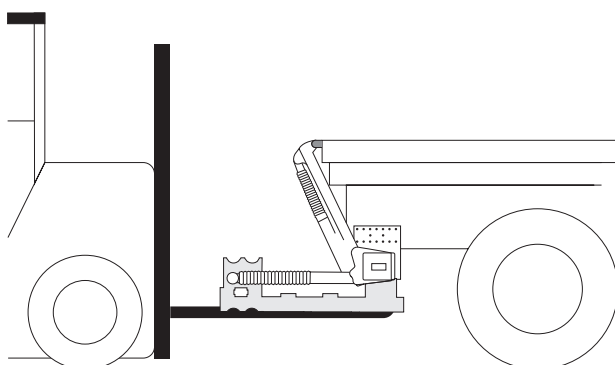

Bild 15. Använd lyftens emballage och en truck.
5. Montera lyftarmarna vid jiggens öron se Bild 15. Använd stålbyggans ordinarie ledbultar.
6. Lyftstommen bör placeras så högt som möjligt inom angivna C-mått. Justera stommen till idealhöjd under ramen. Använd lyftens emballage och en truck, Se Bild 15. Stommen ska placeras parallellt mot påbyggnationens golv och får inte ligga an mot fordonets ram, det måste finnas några millimeter spel. Vid behov, justera armarnas vinkel genom att försiktigt köra lyften.